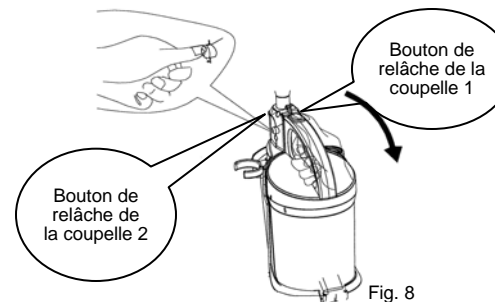

Fig. 8
1. Pour retirer la coupelle à poussière, appuyez tout d'abord sur le bouton de relâche (1) de la coupelle qui se trouve sur la poignée de la coupelle. En même temps, appuyez sur le bouton de relâche (2) de la coupelle qui se trouve sur la côté du boîtier principal. (Fig. 8) Retirez ensuite la coupelle.